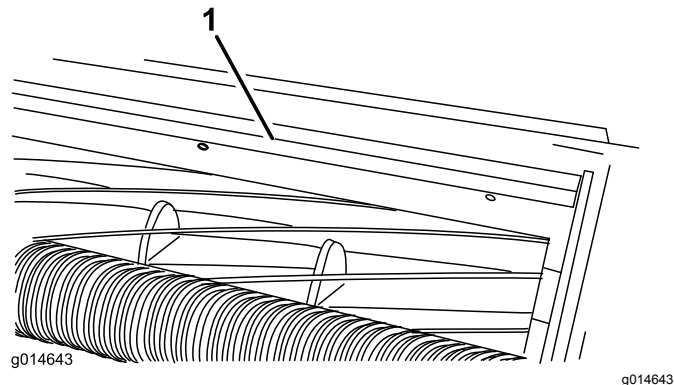

Рисунок 11
- Ослабьте болты крепления верхней планки (Рисунок 11) к режущему блоку.